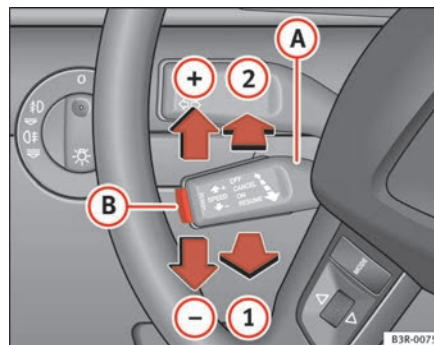

Fig. 151 Comandi dell'impianto di regolazione velocità
- Portare la leva **A** in posizione ⇒ fig. 151 **1** per accendere l'impianto.
- Portare la leva **(A)** verso l'alto in direzione $\Rightarrow$ pag. 185, fig. 151 **(+)**.
- Portare la leva **(A)** verso il basso in direzione $\Rightarrow$ pag. 185, fig. 151 **(-)**.
- Spingendo brevemente la leva **(A)** verso l'alto in direzione $\Rightarrow$ pag. 185, fig. 151 **(+)** la velocità impostata aumenta di 2 km/h.
- Spingendo brevemente la leva **(A)** verso il basso in direzione $\Rightarrow$ pag. 185, fig. 151 **(-)** la velocità impostata si riduce di 2 km/h.
⇒ pag. 185, fig. 151 **B** (SET).
- Premere la leva **A** ⇒ pag. 185, fig. 151 fino a raggiungere la posizione **2** (fino allo scatto).